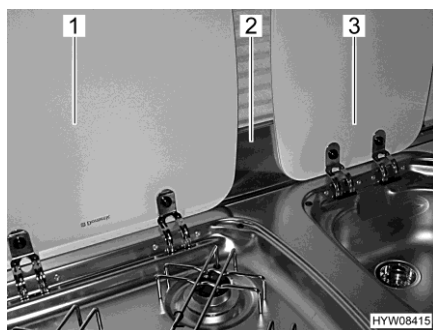

Bild 9 Flamskyddsplåt och lock
- Ta bort flamskyddsplåten (Bild 9,2) och lägg den på säker plats.
- Stäng locken för diskhon (Bild 9,3) och gasspisen (Bild 9,1).